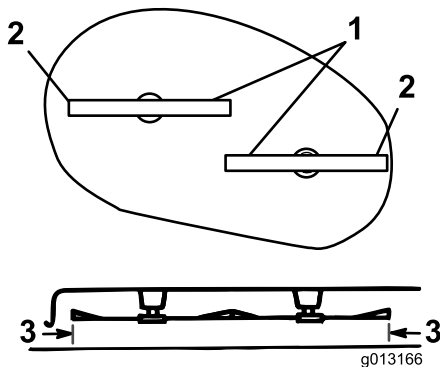

Bild 45
1. Drehen Sie die Schnittmesser vorsichtig von einer Seite zur anderen (Bild 45).
2. Messen Sie den Abstand zwischen den äußeren Schnittkanten und der ebenen Oberfläche (Bild 45). Stellen Sie sicher, dass sich die Werte um höchstens 3 mm unterscheiden. Machen Sie sonst mit dem nächsten Schritt weiter.
4. Heben oder senken Sie die rechte Seite des Mähwerkgehäuses durch Drehen der Muttern an, bis sich der Abstand zwischen den Außenkanten der Messer und der flachen Oberfläche (Bild 45) um höchstens 3 mm unterscheidet; ziehen Sie die Muttern an den verstellbaren Front- und Hecklenkern an.